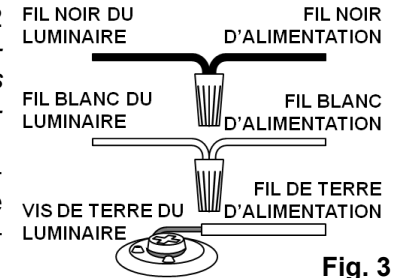

Fig. 3
4. Reliez le fil noir du luminaire au fil d'alimentation noir (+) et reliez le fil blanc du luminaire au fil d'alimentation blanc (-) à l'aide de capuchons de connexion (non comprise). (Fig. 3)